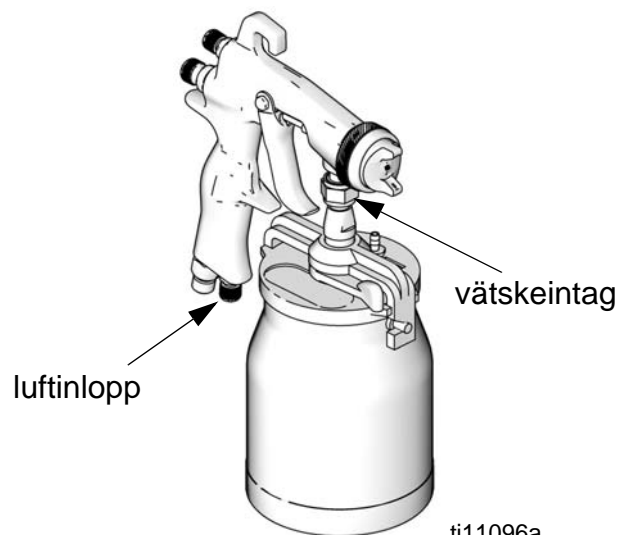

FIG. 1
4. Anslut en ren och torr, filtrerad tryckluftstillförselhet till pistolens luftintag. Se FIG. 1.